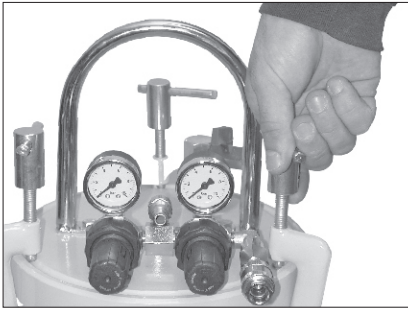

Fig. 01
- Ouvrir le couvercle en dévissant les brides du pot sous pression (Fig. 01 - 02).